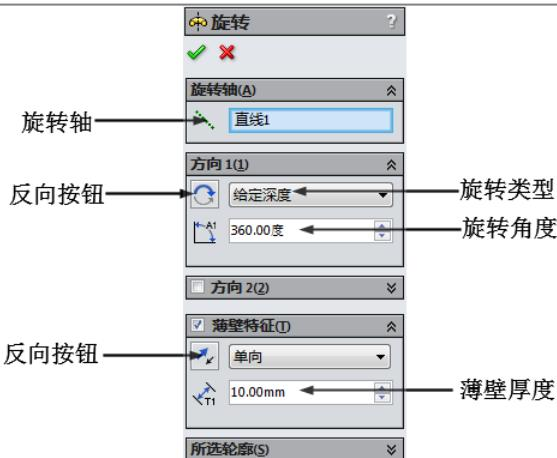

图 3-24 “旋转”属性管理器
- (1) 绘制旋转轴和旋转轮廓。在草图绘制状态下，绘制旋转轴和旋转轮廓草图。
- (2) 执行命令。在菜单栏中选择“插入”→“凸台/基体”→“旋转”命令，或者单击“特征”工具栏中的“旋转凸台/基体”图标按钮 ，此时系统出现“旋转”属性管理器，各栏的注释如图 3-24 所示。
- (3) 设置属性管理器。按照设计需要对“旋转”属性管理器中的各栏参数进行设置。
- (4) 确认旋转图形。单击属性管理器中的“确定”图标按钮 ，实体旋转完毕。